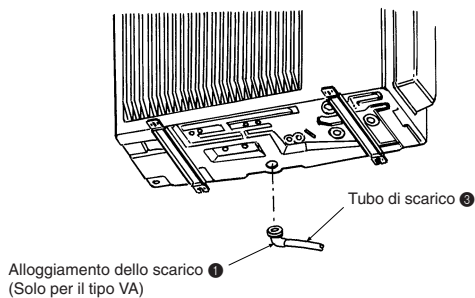

Fig. 4-1
4. Tubazioni di scarico per l'unità esterna (Fig. 4-1)